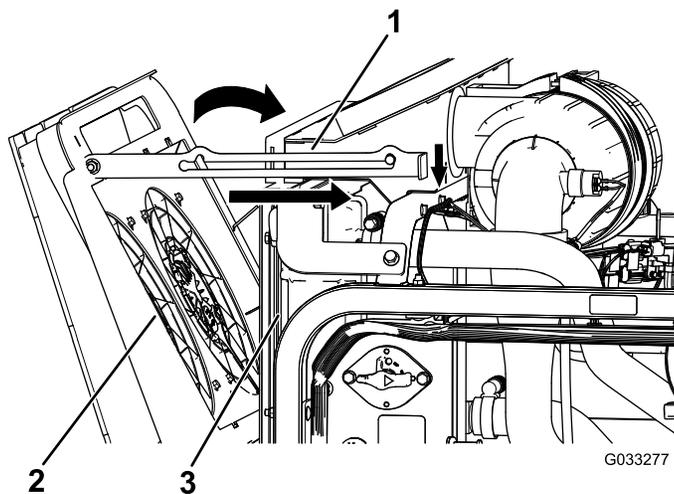

図 121
4. エンジン冷却ファンをラジエターを前側に倒して支え棒で支える (**図 121**)。